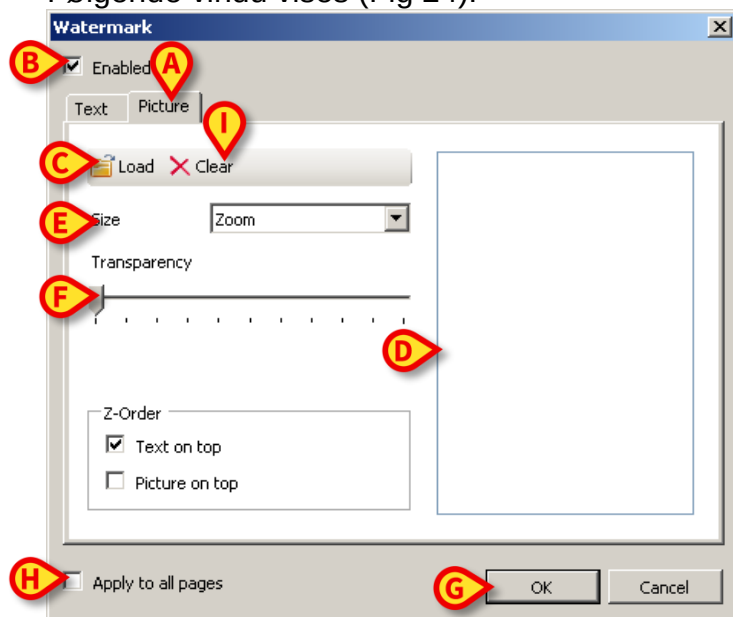

Fig 24
- Klikk på “**Bilde**”-fanen angitt på Fig 24 **A**.
Følgende vindu vises (Fig 24).
- Pass på at “**Aktivert**”-avkrysningsboksen er avkrysset (Fig 24 **B**). Hvis ikke, kan ikke vinduets innhold redigeres.
- Klikk på “**Last**”-knappen angitt på Fig 24 **C**.
Bildet vises i området angitt på Fig 24 D.
- Bruk “**Størrelse**”-nedtrekksmenyen for å innstille størrelsen på bildet (Fig 24 E).
- Bruk “**Transparent**”-markøren for å innstille det transparente nivået for vannmerkebilde (Fig 24 F – maksimal transparent med markøren til venstre).
- Klikk på **Ok**-knappen (Fig 24 G). Vannmerkebildet er nå lagt inn.
Hvis “**Bruk på alle sider**”-avkrysningsboksen er valgt (Fig 24 H), brukes vannmerket på hver side i dokumentet. Hvis ikke, kun på den nåværende siden.
- Klikk på “**Slett**”-knappen angitt på Fig 24 I.